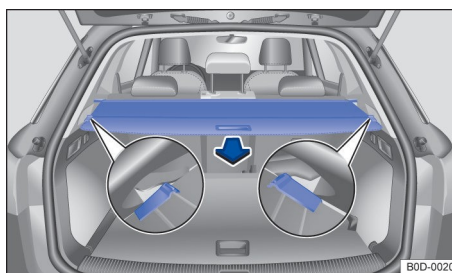

Рисунок 112. В багажнике: развернутая шторка багажника
- Возьмитесь за ручку → Рисунок 112, и потяните шторку на себя так, чтобы обе стороны шторки висели в крепежных пазах на панели обшивки багажника.
- Возьмитесь за ручку, слегка потяните шторку, чтобы обе стороны шторки вышли из фиксирующих прорезей на панели обшивки багажника → Рисунок 112, и медленно втяните ее.